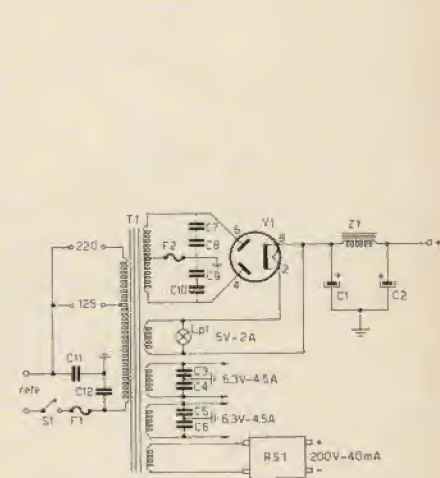

Figura 3 - Schema elettrico dell'alimentatore del « Proteus maior »
Osserviamo ora lo schema di quello che sarà il nostro alimentatore (figura 3) e notiamo subito che la capacità di C1 è piuttosto elevata (32 μ F 500 V.L.) e ciò poiché questo condensatore deve avere una capacità tale da non scaricarsi pressoché completamente durante un semiperiodo della tensione di rete. In pratica si ottiene ciò adottando una capacità sufficientemente elevata in grado di mantenere la carica per parecchi semiperiodi; inoltre una capacità piuttosto elevata consente una diminuzione della tensione di ronzio (1) e un aumento trascurabile della tensione di uscita V_o. Naturalmente negli intervalli di tempo in cui la tensione V2 ai capi di C1 è maggiore del valore istantaneo V1' o V1'' nessuna corrente scorre nei diodi. In tali intervalli, poiché C1 si scarica continuamente attraverso il carico R la tensione V2 diminuisce leggermente finché V1' (o V1'') non diventa maggiore di V2, allora uno dei due diodi diviene conduttore e la corrente che passa ricarica così C1 mentre la tensione V2 risale di nuovo al suo valore primitivo. Allorché V2 ha raggiunto nuovamente il suo valore, il diodo cessa di condurre, e il ciclo si ripete.
L'alimentazione del preamplificatore (figura 6) può essere prelevata dal punto contrassegnato con ATF nello schema dell'amplificatore, oppure prelevato da RS1 (figura 3), nel primo caso RS1 può essere omesso. Io ho alimentato il preamplificatore da ATF, tuttavia ho previsto questa seconda forma di alimentazione, poiché spesso può essere comodo disporre unicamente del preamplificatore. La cella C11-C12-R16 del preamplificatore lo disaccoppieranno sufficientemente dagli stadi precedenti.